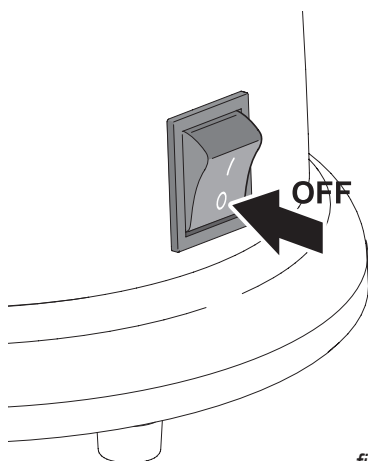

fig. 5.7
- Para desligar a máquina, colocar o interruptor principal na posição **OFF** (fig. 5.7).